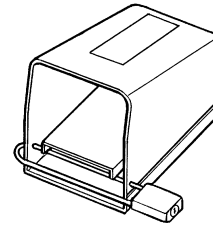

Figura 1 – Interruptor de Pie con pestillo
- **Cuando el interruptor de pie no se use, manténgalo con pestillo (Figura 1).** Así se evita el accionamiento accidental de la máquina.